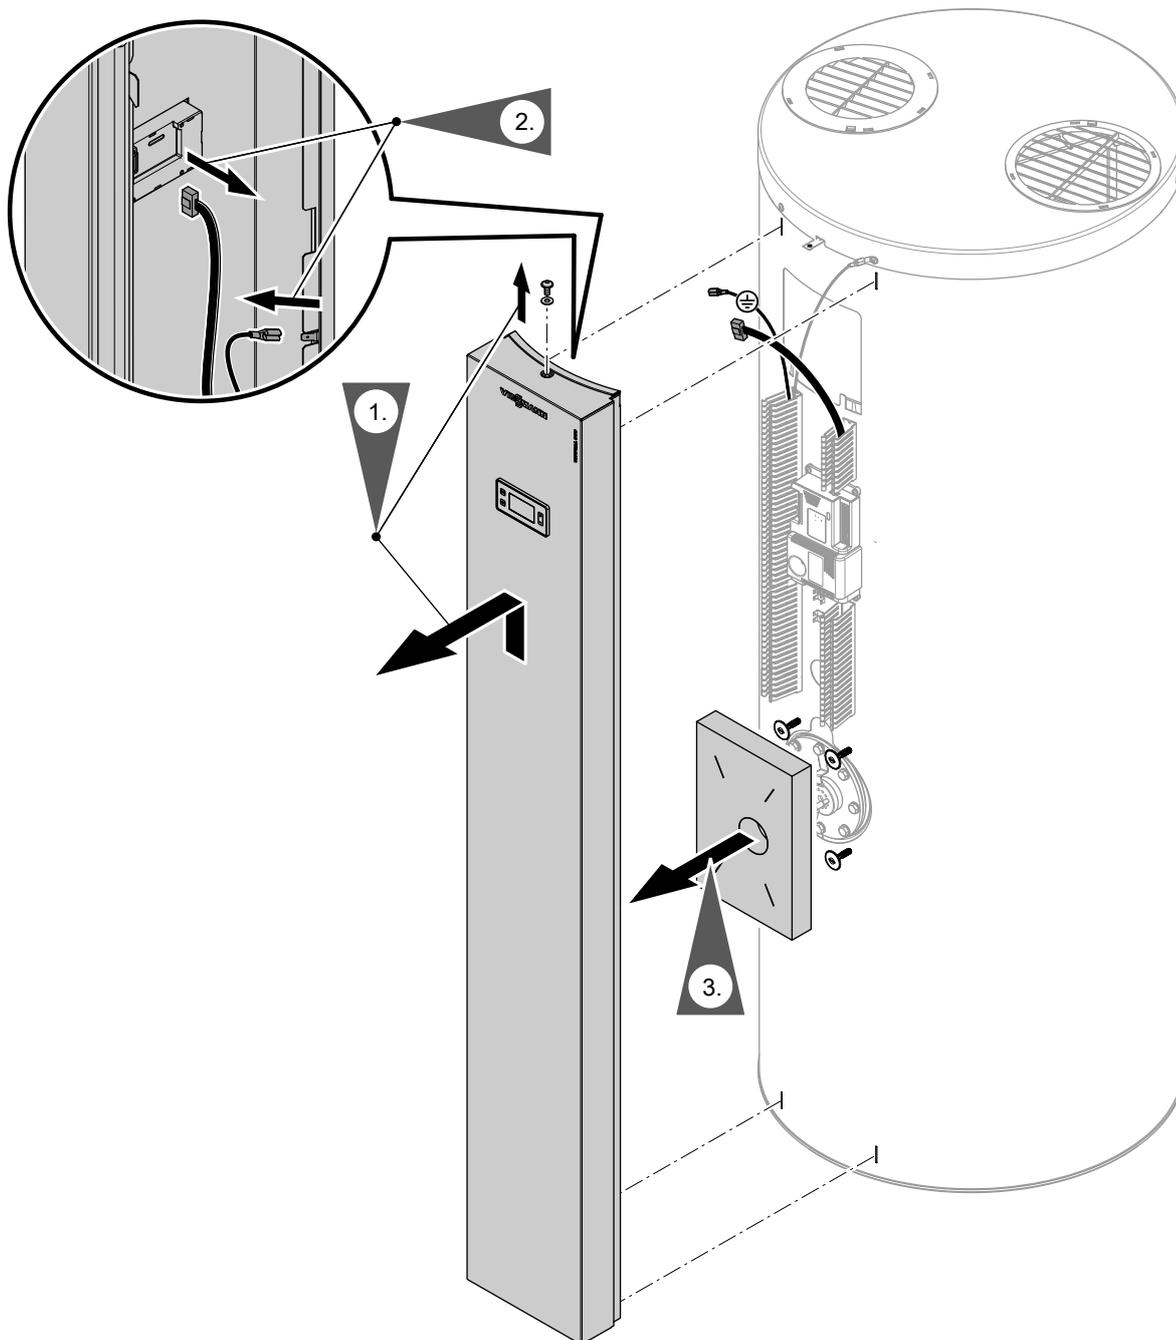

Abb. 26
3. Frontblende abbauen. Siehe Abb. 26.
2. Frontblende abbauen. Siehe Abb. 26, Seite 39.